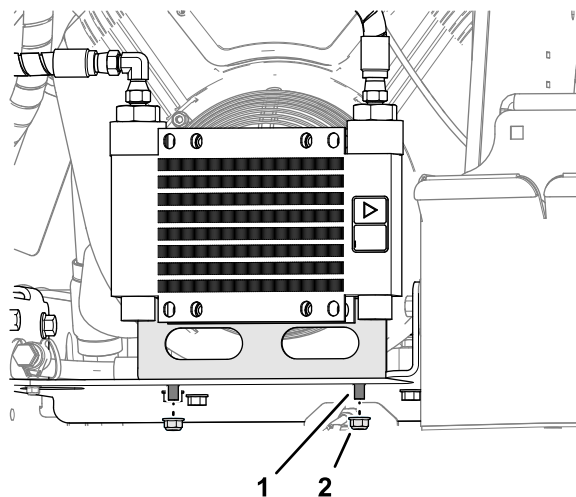

Figura 103
1. Retire las 2 contratuercas con arandela prensada que sujetan el enfriador de fluido hidráulico a la máquina, y levante el enfriador (Figura 103).
3. Monte el enfriador de fluido hidráulico en la máquina con los 2 pernos de cuello cuadrado y las 2 contratuercas con arandela prensada (Figura 103).